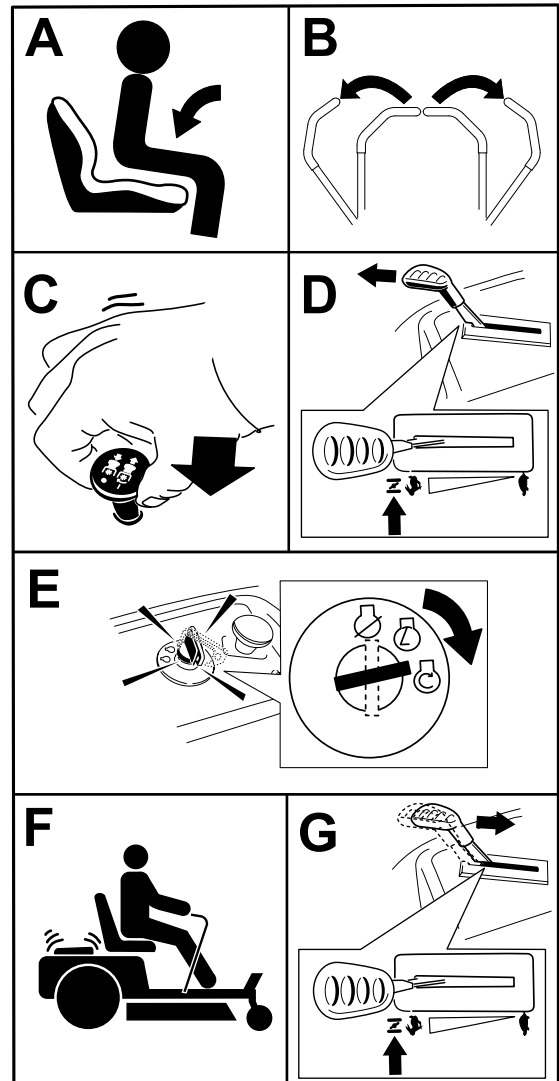

Figura 23
Nota: Puede ser necesario sujetar la palanca contra el tope, en la posición Estárter, mientras intenta arrancar el motor (Figura 23).
1. Desengrane las cuchillas moviendo el mando de control de las cuchillas a la posición de DESENGRANADO (Figura 23).